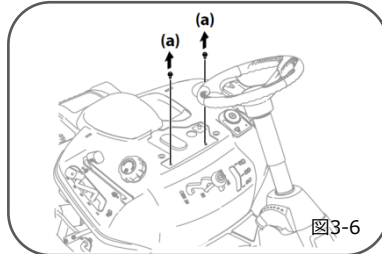

図3-6
2. 乗用芝刈機本体についている2つのタッピングボルト (a) を取り外します。(図3-6参照)